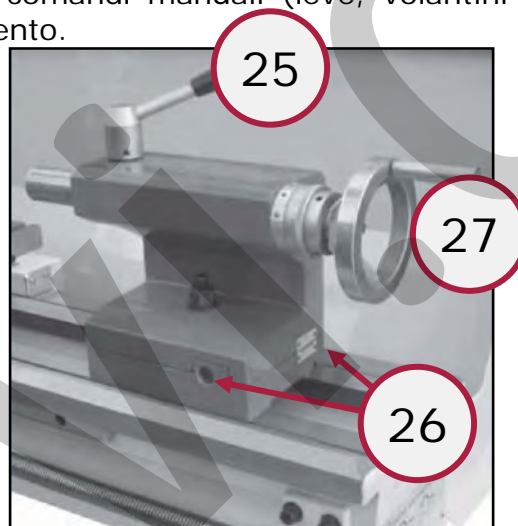

Figura 26 – Leva e volantino contropunta.
3. Se necessario, bloccare l'estremità opposta del pezzo tramite la contropunta. A tal proposito, regolare la posizione della contropunta e del cannotto, utilizzando la leva ed il volantino di fissaggio appositi (Figura 26).